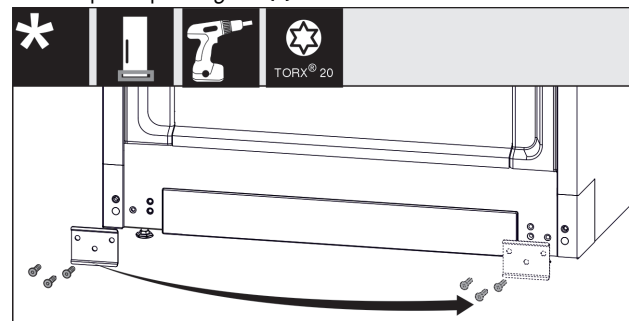

Fig. 20
- Odvrtite lim Fig. 20 (1), premjestite ga na drugu stranu i ponovno pričvrstite.